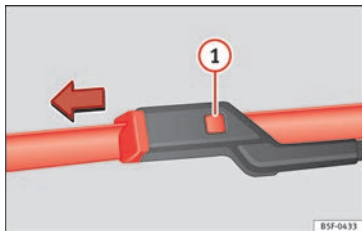

Fig. 141 Substituição das escovas do limpa para-brisas.
- Mantenha pressionado o botão de desbloqueio » **Fig. 141** ❶ e puxe ligeiramente a escova no sentido indicado pela seta.